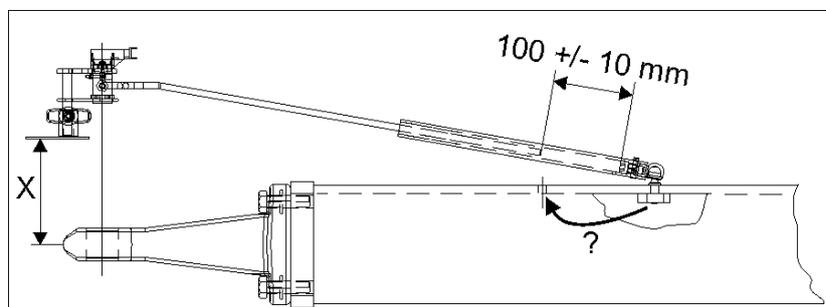

Рис. 135
Регулируемая ширина колеи зависит от установки колес (Рис. 135):
5. Задвиньте или выдвиньте полуось в необходимое положение. Для этого определите расстояние  $x$  от внешней кромки основной рамы (Рис. 135/1) до середины колеса опрыскивателя и соответствующим образом задвиньте или выдвиньте полуось.